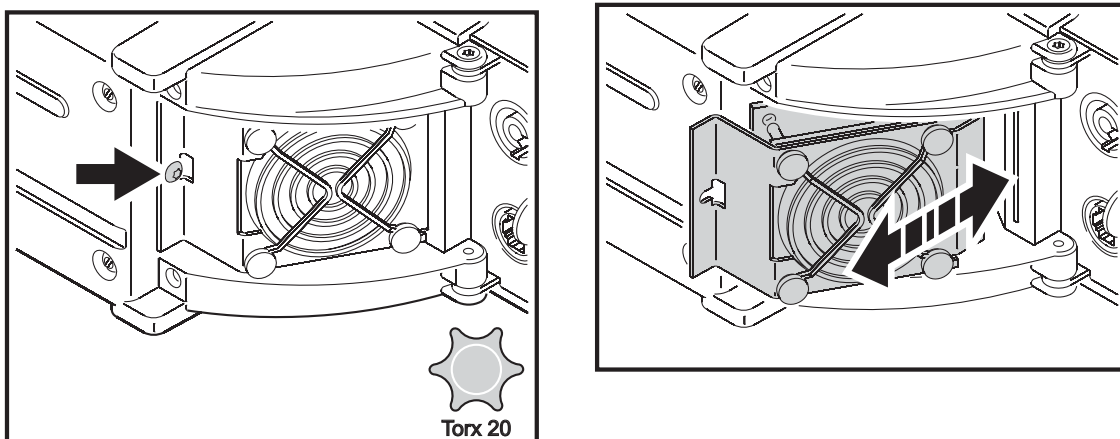

Bild 4: Entfernen des Lüftermoduls
5. Siehe Bild 4. Wenn ein Lüfter oder Lüftergitter intensiv gereinigt werden muss, lösen Sie die markierten Schrauben und ziehen das Modul aus dem Gehäuse. Ziehen Sie nicht an den Anschlüssen des Lüfters. Reinigen Sie das Modul mit einer weichen Bürste und Druckluft oder einem Staubsauger.